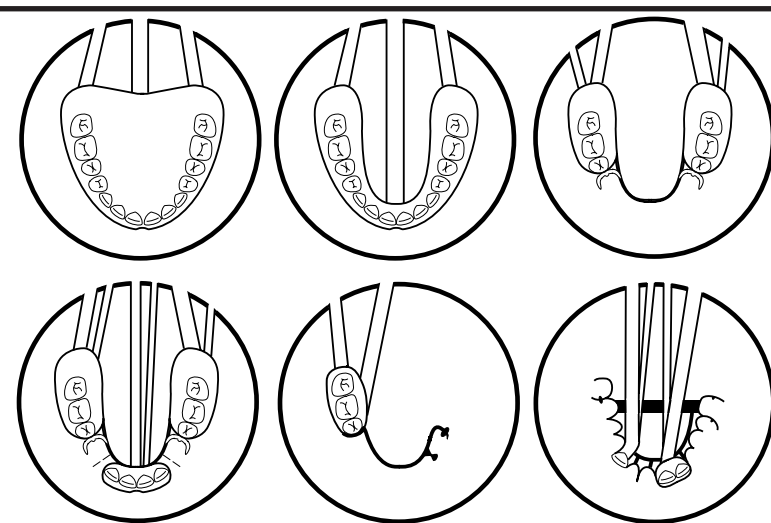

Abbildung 1. Steigermethoden
**HYDROKOLLOID EINBETTUNG UND ABSCHLAGEN DER STEIGER** – Arbeiten Sie in den Boden des Modells eine kleine Verjüngung ein, um das Herausnehmen aus dem Hydrokolloid zu erleichtern. **Verjüngen Sie das Modell so, dass der Boden am Weitesten ist. Weichen Sie das gewachene Gipsmodell für 10–20 Minuten in Kalkwasser ein (gesättigte Calciumsulfatdihydrat-Lösung), bevor Sie die Hydrokolloidform gießen.** Verwenden Sie kein "Cetylclde-G" in Lösung. Beachten Sie die Herstelleranweisungen für die Vorbereitung und Verwendung des ausgewählten Hydrokolloidprodukts und der Form. Bohren Sie, wie in Abbildung 1 dargestellt, Einfülllöcher in die Hydrokolloideinbettung. **WICHTIGER HINWEIS:** Wenn Sie Teilprothesen herstellen, muss jede Kunststoffregion über zwei Einfülllöcher verfügen, um Luftschlüsse zu verhindern.